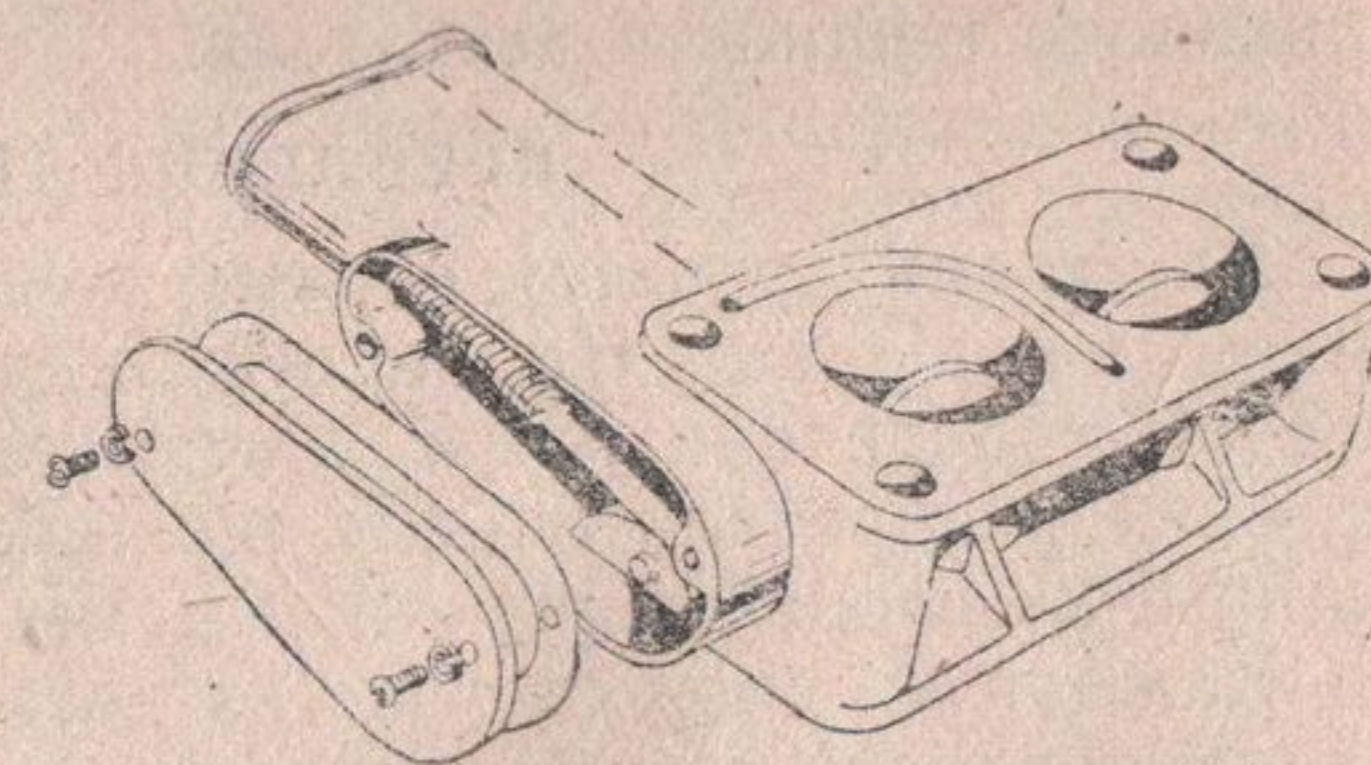

Рис. 12. Ограничитель частоты вращения коленчатого вала двигателя
**Ограничитель максимальной частоты вращения** (рис. 12) коленчатого вала двигателя устанавливается между карбюратором и впускной трубой.